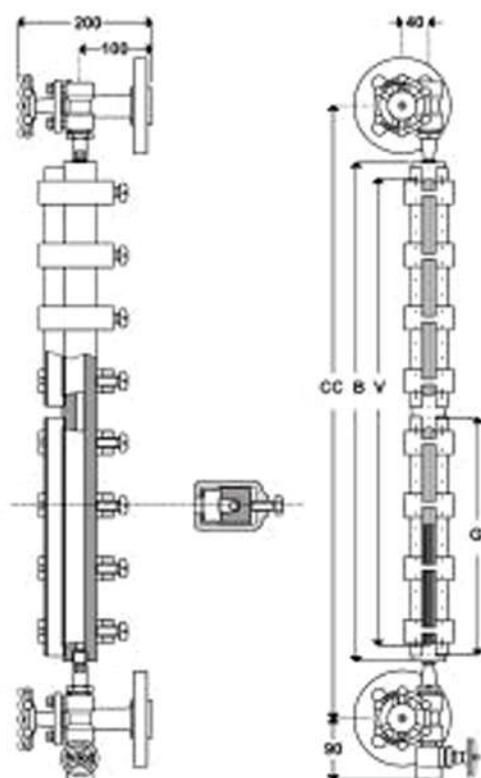

Fig. 838.1
- Secondo la posizione destra o sinistra delle valvole rispetto al corpo, gli indicatori vengono chiamati destri o sinistri. La Fig. 838.1 rappresenta un indicatore sinistro. In generale sulle caldaie vengono installati due indicatori di livello, uno destro e uno sinistro.
- Interasse tra gli attacchi (CC)